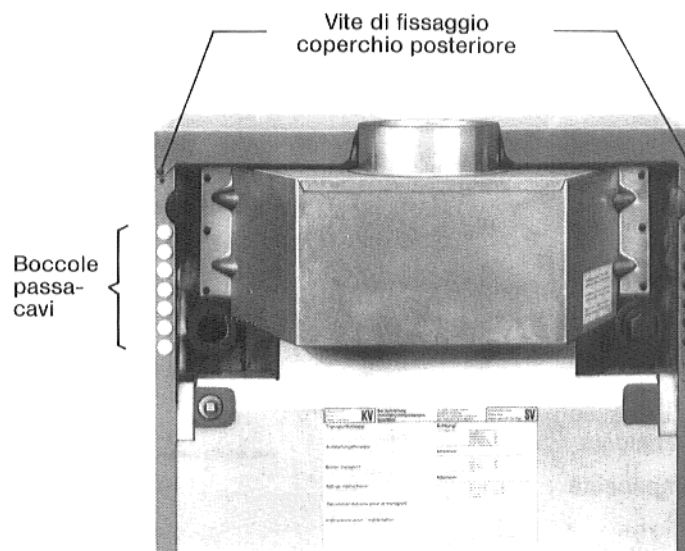
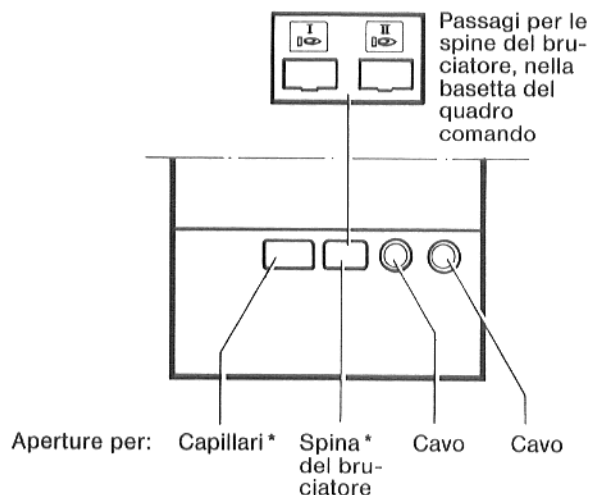

Fig. 9
Fig. 10
I cavi devono venire introdotti attraverso le boccole passacavi della parete posteriore (Fig. 9), essere posti nell'apposito canale fra la parete laterale e l'isolazione, quindi essere portati da sotto alla basetta attraverso le boccole passacavo (Fig. 10).
4. Eseguiti tutti i collegamenti elettrici, mettere in posizione il coperchio posteriore ed avvitarlo (Fig. 9).
Passare verso il basso i capillari attraverso l'apertura rettangolare sinistra della basetta e del coperchio (Fig. 10).
13. Infilare da sopra nell'apertura della basetta contrassegnata da I, la parte di collegamento della spina del bruciatore (Fig. 10 e 12).